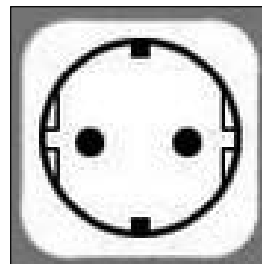

fig. 22 - Toma Schuko
- una toma de pared Schuko con toma de tierra y protección independiente (fig. 22);